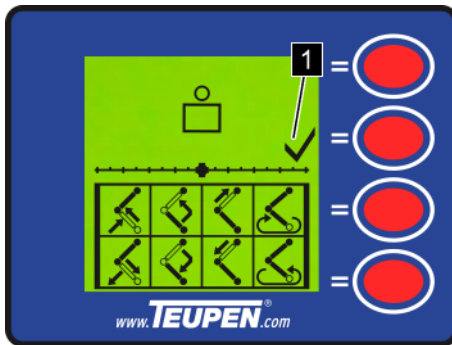

Abb. 137: Transportstellung Arbeitskorb
7. → Arbeitskorb in Richtung Transportstellung schwenken, bis die Transportstellung durch ein Häkchen (Abb. 137/1) im Display angezeigt wird.